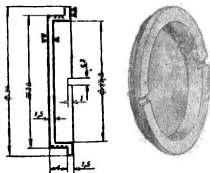
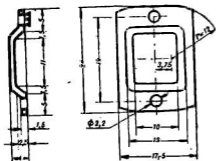
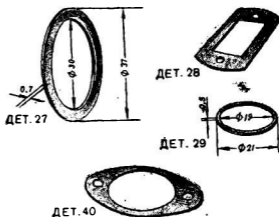

Рис. 21. Заглушка (деталь 4).
Рис. 54. Крышка перепускного канала (деталь 21).
Рис. 56. Прокладки (детали 27, 28, 29 и 40).
Отдельно вытачиваем (из прутка дюраля диаметром 36—38 мм) заглушку картера, нарезаем резьбу 1 м × 30, то есть диаметром 30 мм при шаге 1 мм. Для удобства отвинчивания заглушки пропиливаем в ней две прорези (рис. 21).
4) Прокладки цилиндра и др. (детали 27, 28, 29 и 40, рис. 56). Вырезаются из листовой красной меди толщиной 0,5—0,7 мм.
На гильзу цилиндра навертываем головку. Перед этим густо смазываем резьбу тертыми белилами, не забыв заложить в головку прокладку 29 (рис. 56). Навинтив головку доотказа, нагреваем цилиндр до  $250^{\circ}$ . Дав остыть, промываем все в бензине и смазываем маслом.
Вставив в цилиндр поршень с шатуном, а в картер коленчатый вал, надеваем цилиндр на картер (не забыв положить прокладку 40, рис. 56) и привинчиваем к нему двумя винтами 23 (рис. 51). Просунув в отверстие картера (для заглушки) палец кривошипа 10 (рис. 29) и продев его в нижний конец шатуна (в тот, в который раньше была запрессована бронзовая втулочка), ввинчиваем его в щеку кривошипа доотказа. Теперь завинчиваем заглушку 4 (рис. 21), предварительно надев на нее прокладку 27 (рис. 56). В картер запрессовываем жиклер 17 (рис. 37), не забыв перед этим надеть на него и припаять стопор 19 (рис. 39). Напаяв на иглу 18 (рис. 38) карбюратора муфту 20 (рис. 40), ввинчиваем иглу в жиклер. Привинчиваем детали прерывателя — пружину 12 с контактом 13 (рис. 34) и хомут 14 (рис. 35) с контактом 13 (рис. 34); не забыв подложить изолятор 26 (рис. 36), надеваем кулачковую шайбу 11 (рис. 33). Надев на выхлопную трубу 25 (рис. 50) фланец 24 (рис. 49), привинчиваем ее к цилиндру. С другой стороны двумя винтами 22 (рис. 51) привинчиваем крышку 21 (рис. 54) перепускного канала, не забыв подложить прокладку 28 (рис. 56).